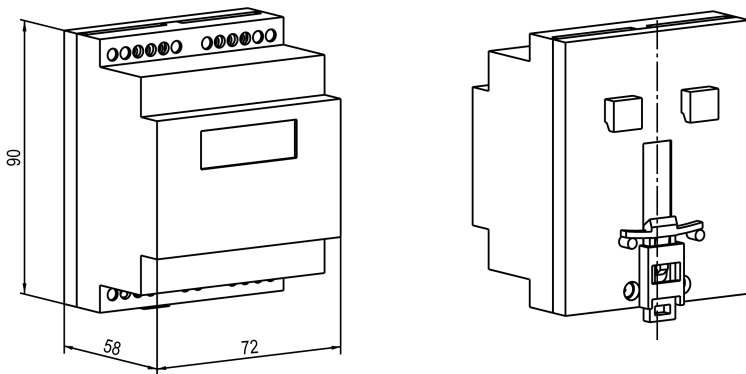

Рисунок 4.14 – Габаритные размеры корпуса Д
1. Подготовить место на DIN-рееке для установки прибора (см. *рисунок 4.14*).